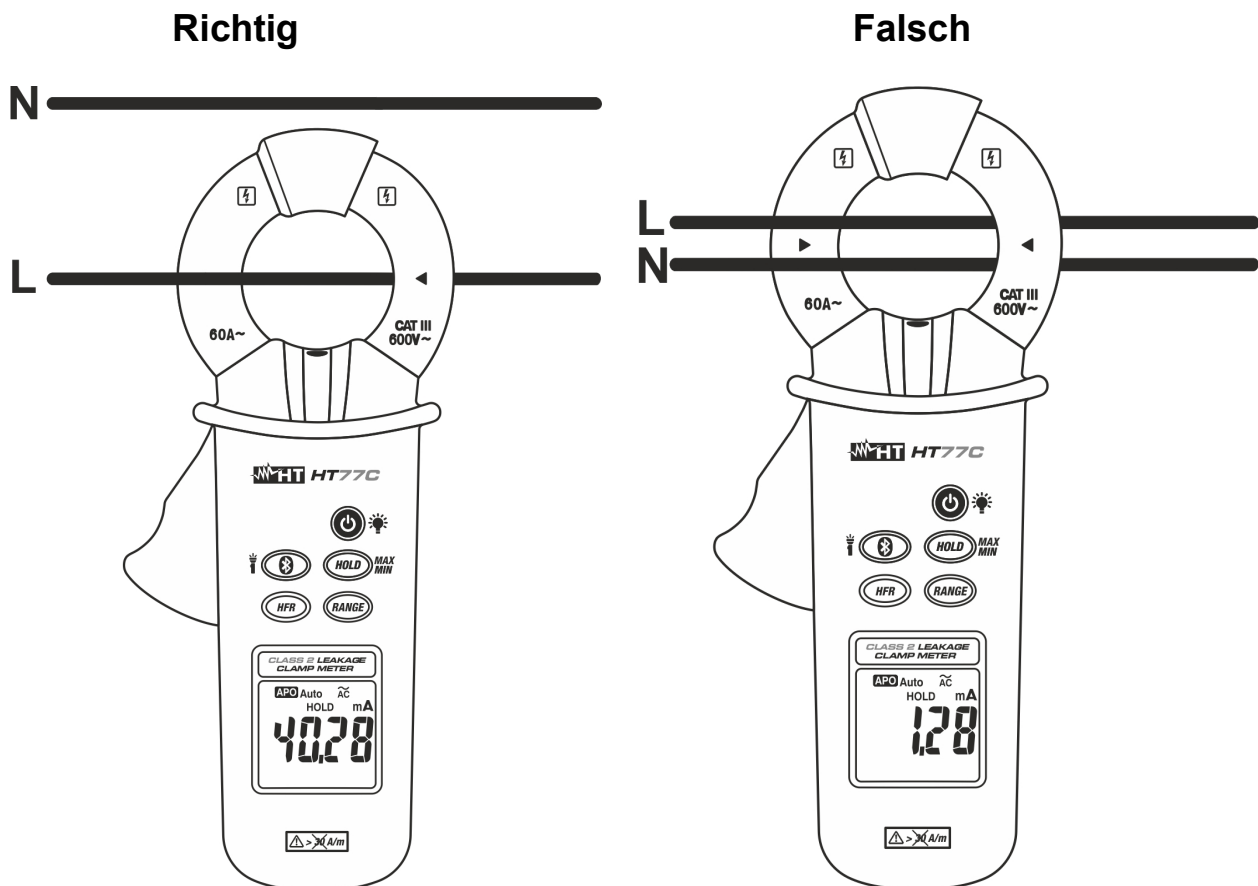

Abb. 3: Verwendung der Zange für Wechselstrommessung
2. Öffnen Sie die Zangenbacken und setzen Sie den Leiter ins Zentrum (siehe Abb. 3 – linke Teil). der beiden Zangenbacken. Der Stromwert wird im Display angezeigt